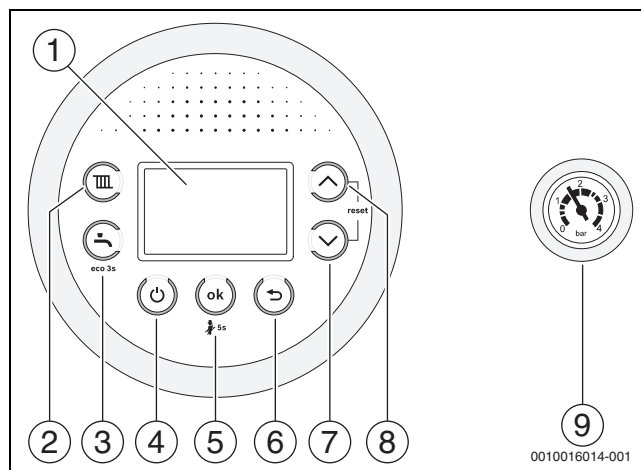

Fig. 1 Privire de ansamblu asupra panoului de comandă
- Opiți aparatul folosind tasta (→ fig. 1).